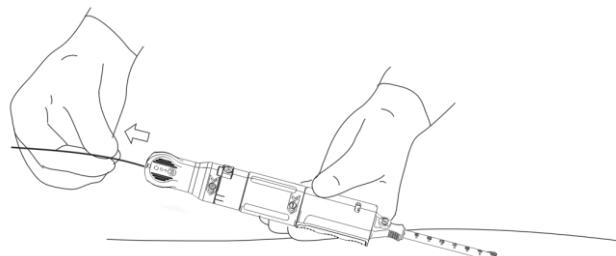

Figura 14. Remoção do fio-guia.
- a. Localize o indicador marcado com "3" e retire o fio-guia completamente do doente e do Dispositivo de encerramento PerQseal+. A remoção do fio-guia pode ser realizada por um assistente. Figura 14.